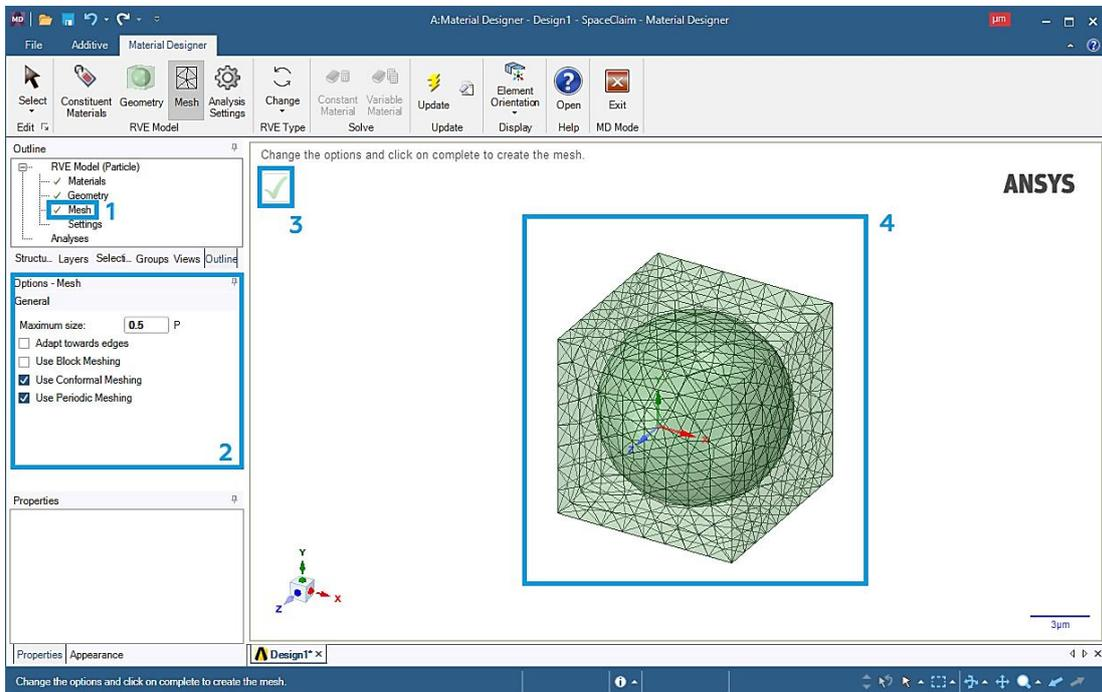

Рис. 9. Создание сетки объемного элемента
7. Сгенерируем сеточную модель объемного элемента (рис. 9). Нажимаем ЛКМ на **Mesh** (1) и задаем максимальный размер сеточного объемного элемента (2). Нажимаем на галочку (3) и видим на экране сгенерированную сетку (4) объемного элемента.